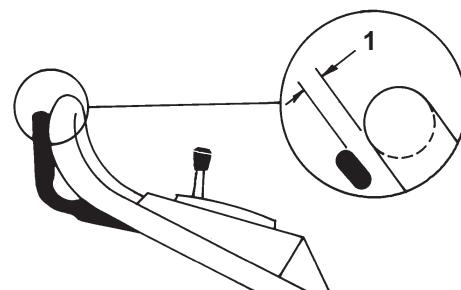

Figure 18
5. Soulevez la barre de commande jusqu'à ce qu'une certaine résistance se fasse sentir. L'écart entre la barre de commande et le mancheron doit être de 4 cm quand elle est bien réglée (Fig. 18).